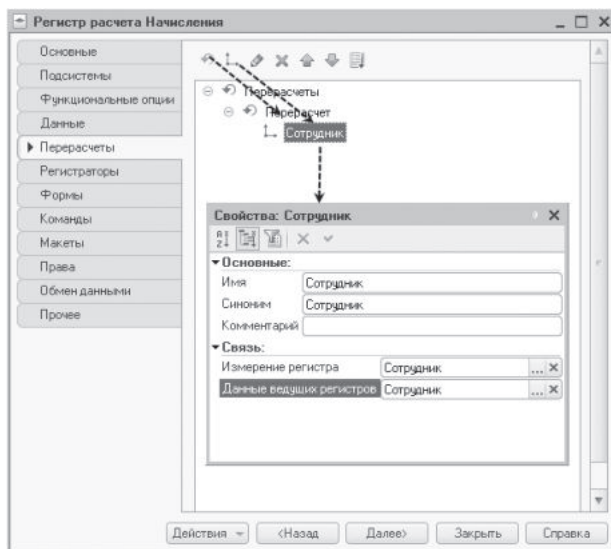

Рис. 17.15. Перерасчеты регистра
- данные ведущих регистров – выберем то же самое измерение **Сотрудник** регистра расчета **Начисления** (рис. 17.15).